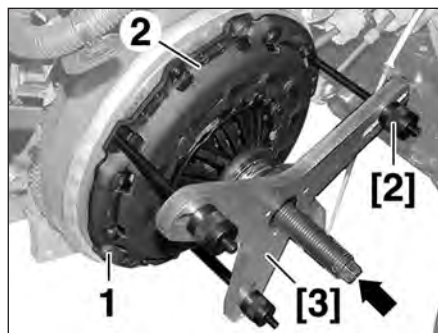

FIG.3
- Déposer 3 vis (1) du mécanisme d'embrayage (1 sur 2) (Fig.3).
- Positionner les outils [2] et [3] sur le mécanisme d'embrayage (2).
- Visser les 3 tiges de maintien [2] à la place des vis (1) déposées.
- Positionner les outils [2] et [3] sur le mécanisme d'embrayage (2) (Fig.3).
- Visser les 3 tiges de maintien [2] à la place des vis (1), sans faire dépasser les filetages.
- Mettre en place sans les serrer 3 vis (1) dans les taraudages libres.
- Comprimer le mécanisme d'embrayage (2) en agissant sur la vis centrale de l'outil [3], jusqu'au contact sur le volant moteur primaire.
- Serrer les 3 vis (1).
- Dévisser la vis centrale de l'outil [3] de quelques tours pour détendre le mécanisme d'embrayage (2).